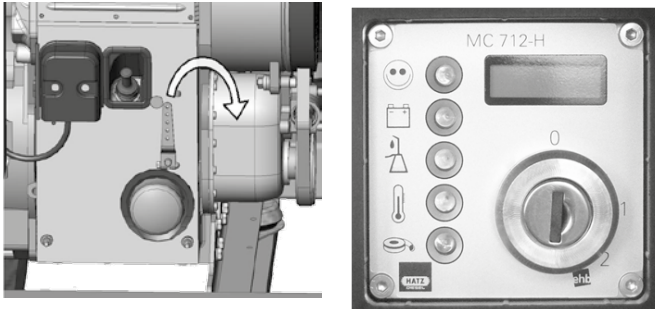

Abb. 25 Motor starten
1. Motor starten. Dazu den Drehzahlregler ganz nach rechts drücken (Abb. 25). Zündschlüssel einstecken und in Anlassstellung („2“) bringen. Wenn der Motor angesprungen ist, Schlüssel auf Position „1“ zurückspringen lassen. Wenn der Motor nicht anspringt: siehe Abschnitt 4.7.2.